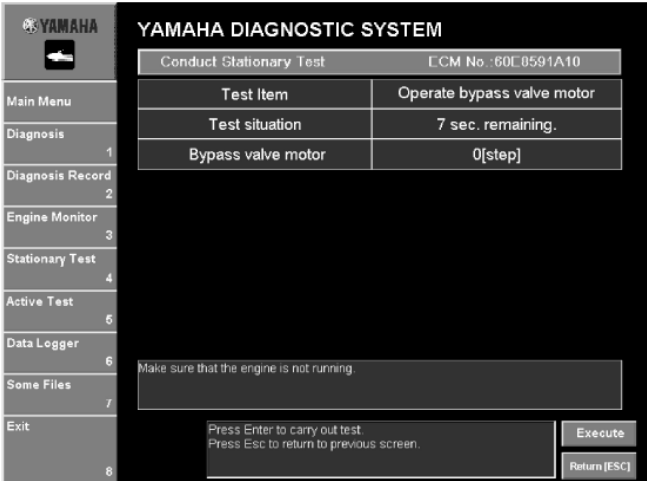

Рис. 86
2.Щелкнуть по **Выполнить(Execute)** или нажать клавишу Enter клавиатуры. (Рис. 86)